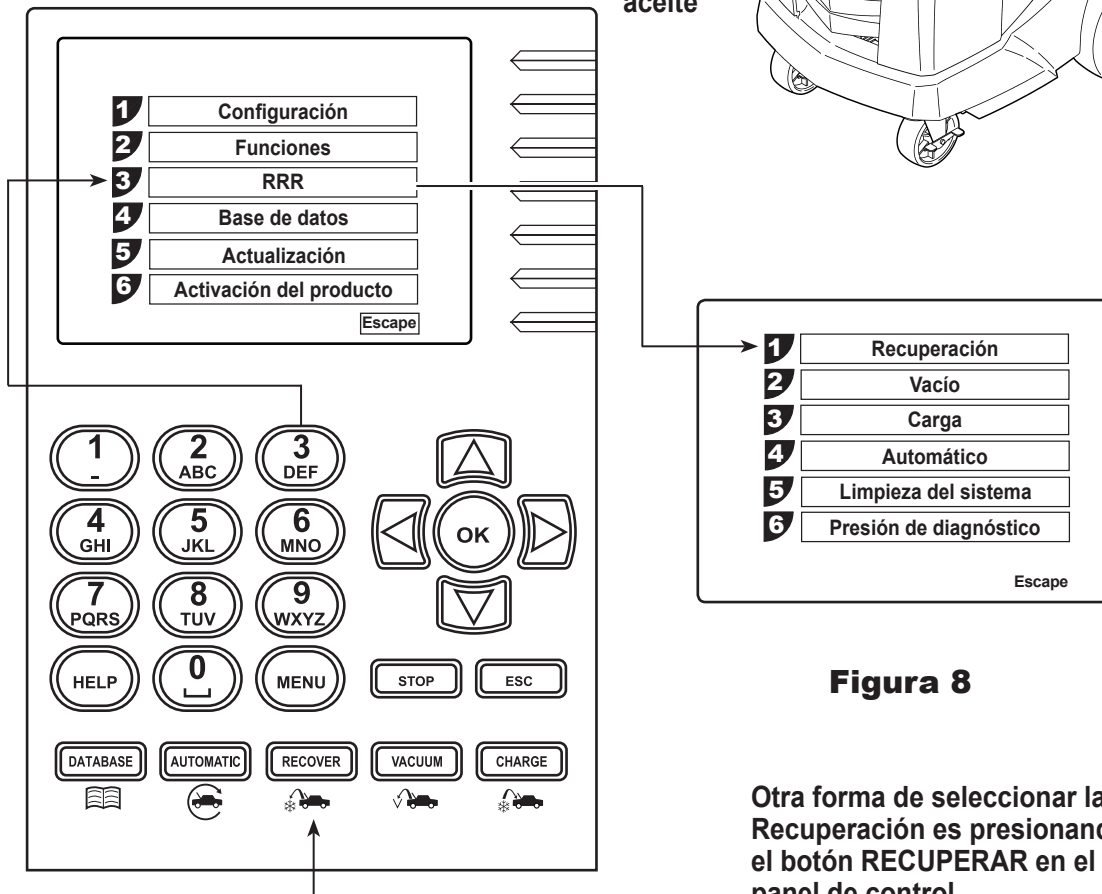

Figura 8
4. Seleccione la función **RECUPERACIÓN** presionando el botón Recuperar en el panel de control, o seleccionando Recuperación en el menú RRR como se muestra en la Figura 8.